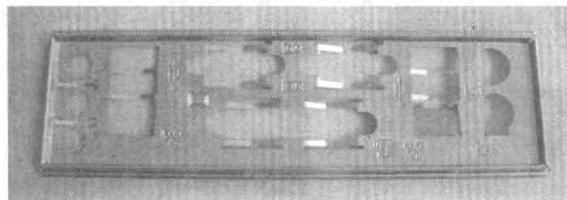

图 1-25 主板挡板
- ① 首先找到购买主板时附带的主板挡板，如图 1-25 所示。